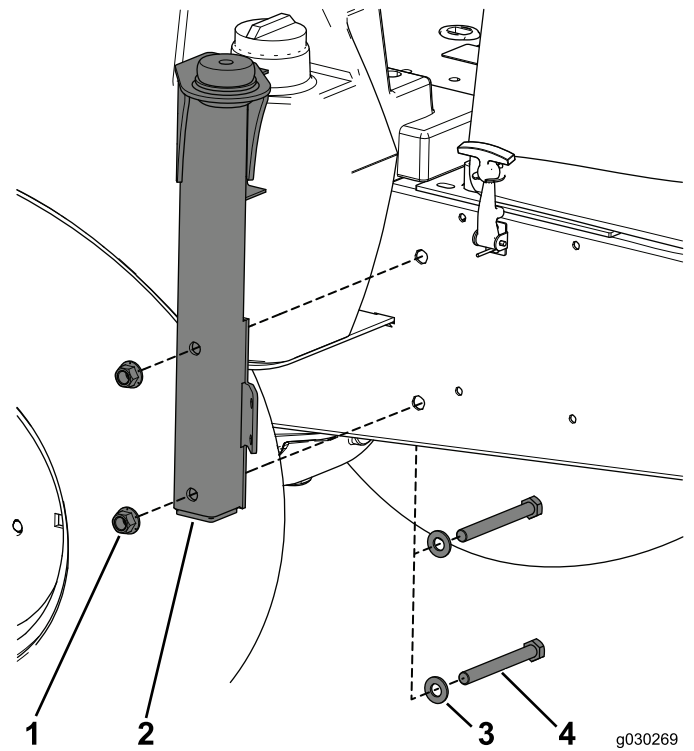

図 19
1. 左マウントを機体に取りつけるボルト 1/2 x 4-1/2 インチ 2本、小さいワッシャ 2枚、ロックナット 2個を使用する 図 19。